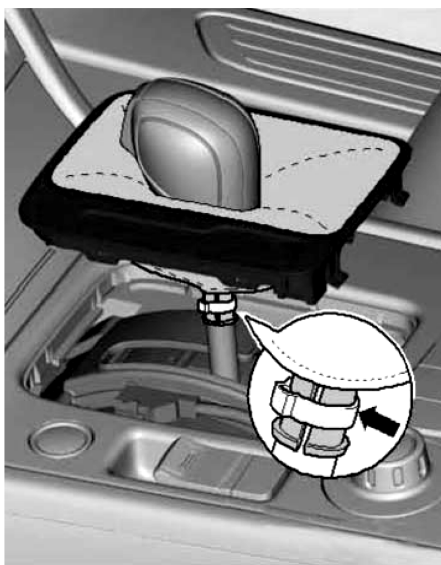

图 4-2-1 拆卸卡箍
4) 割开卡箍箭头处, 如图 4-2-1 所示, 安装时用新卡箍夹紧。